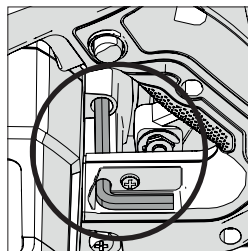

Fig. 1
- Localize a chave hexagonal de mudança de lâmina fornecida que está alojada na instalação de armazenamento fornecida (colocada de forma semelhante em todas as máquinas). (**Fig. 1**)